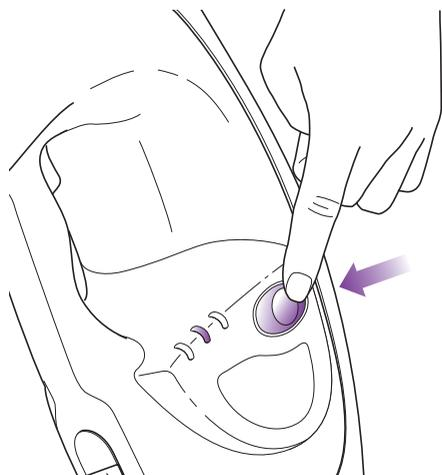

fig. 9
- 3 Appuyez une fois sur l'interrupteur **ON/STANDBY (marche/veille)** pour le mode de réglage **ÉPOUSSETAGE** (le voyant lumineux **ÉPOUSSETAGE** s'illuminera). Le mode de réglage **ÉPOUSSETAGE** émet un faible débit de vapeur et est le meilleur temps de séchage. (fig. 9)